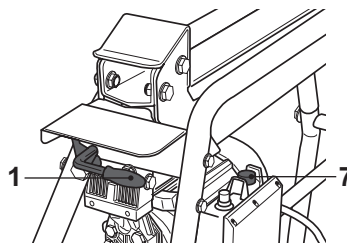

Fig. 5
- > Tout en maintenant enfoncé le bouton marche/arrêt [7], abaissez la manette de commande [1] (Fig. 5).